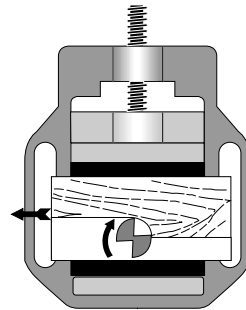

Fig. 6
8. Vorschub beim Fräsen einer Falz (Fig. 6)